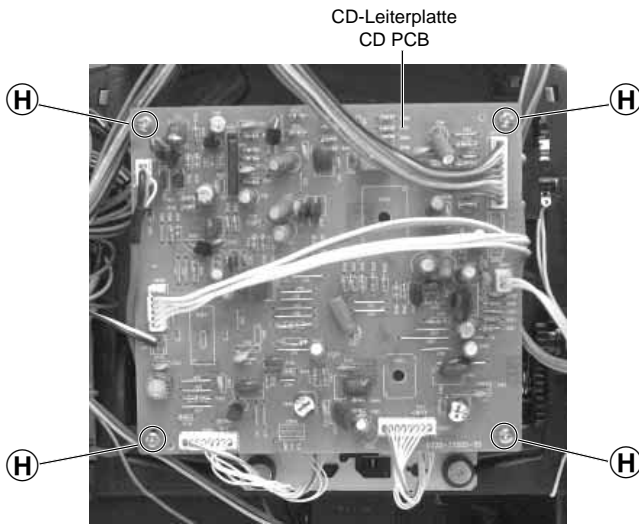

Fig. 5
- 4 Schrauben **H** (Fig. 5) herausdrehen.
- Undo 4 screws **H** (Fig. 5).